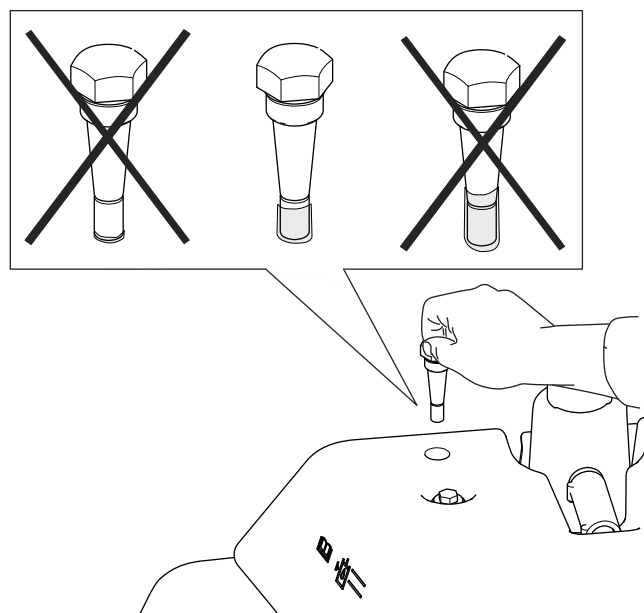

Figura 49
4. Rimuovete l'asta di livello e verificate il livello del fluido. Se si trova tra i segni di riferimento presenti sull'asta, il livello è sufficiente. Se il livello del fluido non è compreso tra le tacche, regolate il livello come opportuno (**Figura 49**).